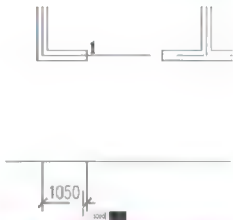

图 3.40 指定尺寸线和辅助线之间的距离
③ 在指定尺寸线位置或 [多行文字(M)/文字(T)/角度(A)/水平(H)/垂直(V)/旋转(R)]: 提示下, 将光标垂直向下拖动, 输入“1050”(图 3.40), 指定尺寸线和辅助线之间的距离为 1050mm, 按 Enter 键结束命令。